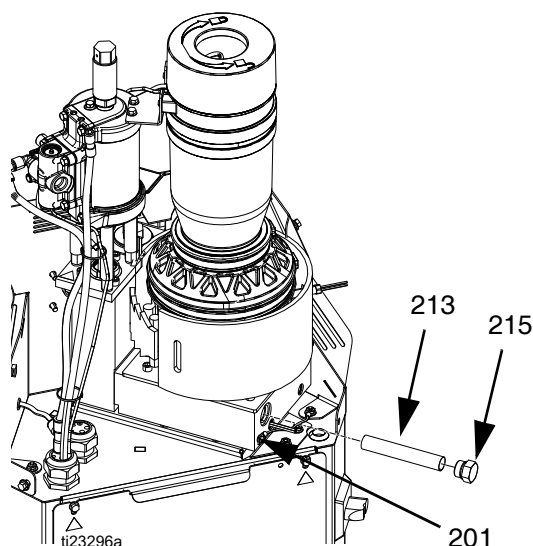

FIG. 24
OBS: För att säkerställa att limmet är geléaktigt och inte en vätska när temperaturen är över den önskade temperaturen ska du inte avlägsna inloppsfiltrets lock (215). Om temperaturen är för låg kan limmets viskositet vara för hög för att inloppsfiltret ska kunna avlägsnas (213). Se FIG. 24 på sidan 42.
6. Placera en bit kartong under inloppsfilterets lock (215) för att rikta vätskan från systemet till en avfallsbehållare om limmet är en vätska.
7. Skruva loss intagets filterlock (215) med en 1 tums hylsnyckel.